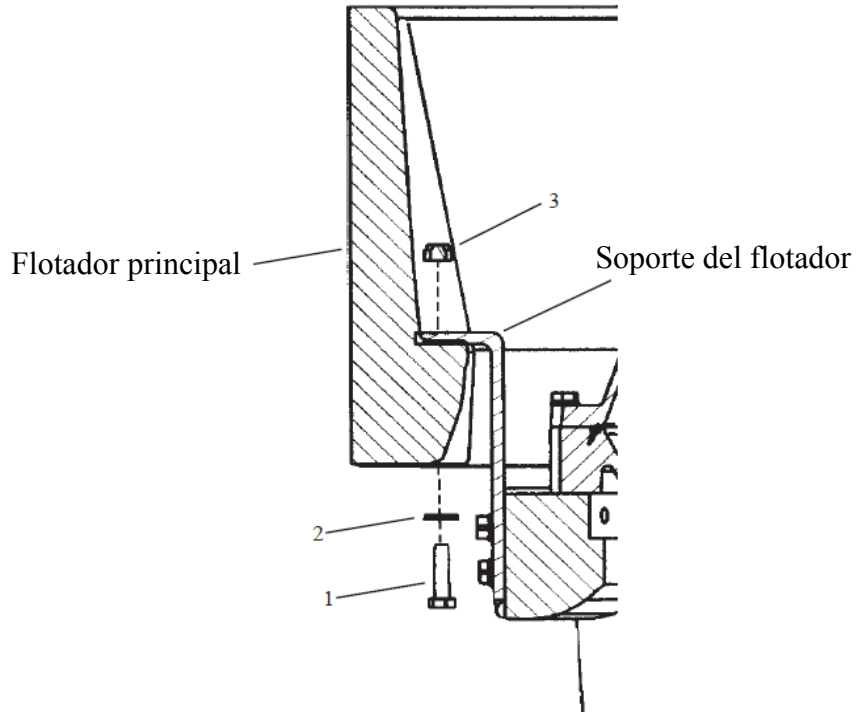

Figura 9
A. Los soportes del flotador en la unidad del motor se asientan en el lado superior de los receptáculos de los orificios de montaje del flotador tal y como se muestra en la vista transversal de la Figura 9. El flotador deberá levantarse hasta los soportes del flotador para instalar los elementos de sujeción.
B. Asegure el flotador en cada soporte (4 en total) mediante un perno, una arandela plana y una contratuerca tal y como se muestra en la Figura 9. No apriete los elementos de sujeción hasta haberlos enroscado.